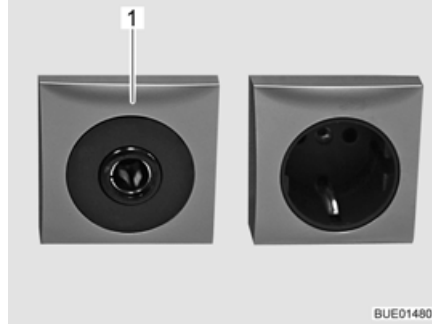

Bild 136 Eluttag 12 V/10 A
- ▷ Till 12 V-nätets eluttag (Bild 136,1) får endast apparater med maximalt 10 A anslutas.